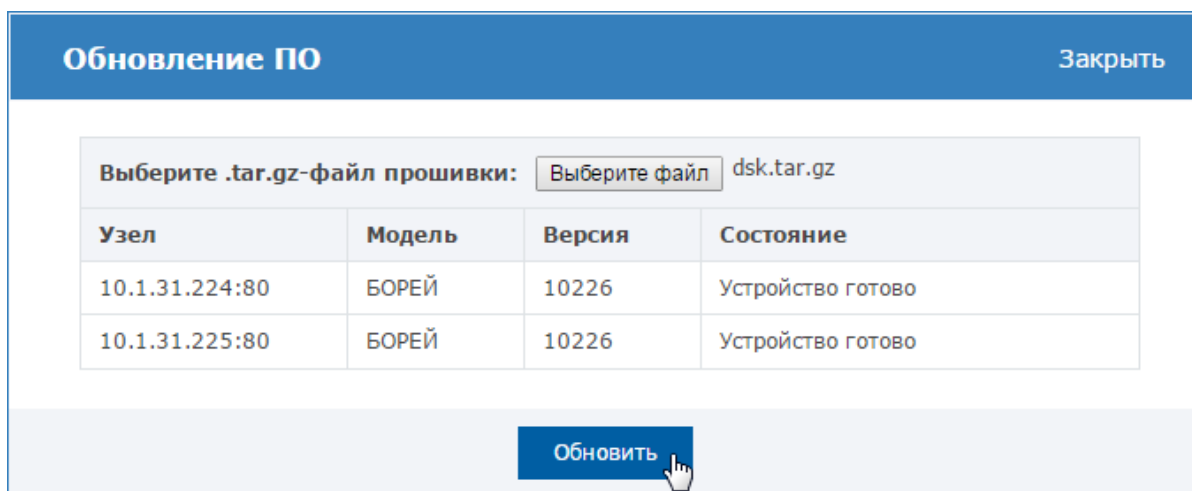

Рисунок 9.39 — Окно обновления прошивки нескольких узлов
3. В отобразившемся окне нажмите на кнопку **Выберите файл** для указания пути к файлу обновления, предоставленному производителем; затем нажмите на кнопку **Обновить** (рисунок 9.39). Будет выполнено обновление программных средств узлов с последующей перезагрузкой.